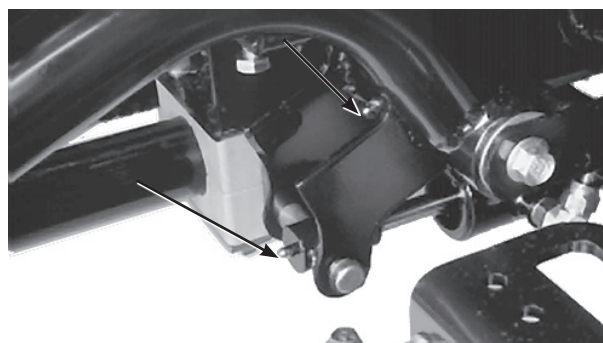

图 33
- ・ 右昇降アームのピボット昇降シリンダ (2か所; 図33)